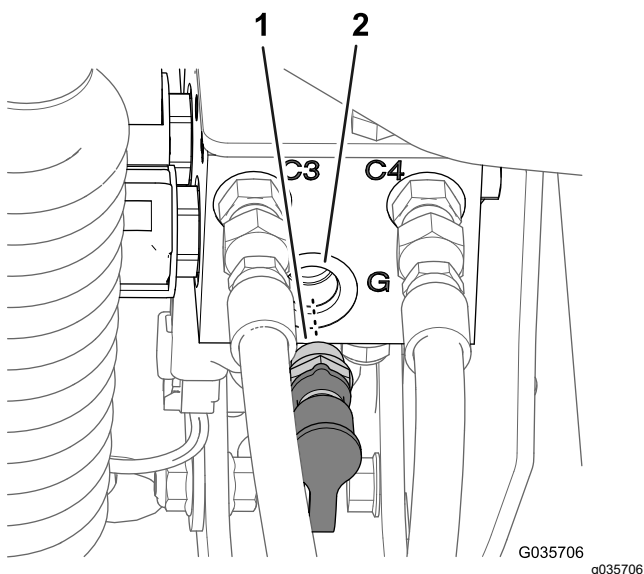

Figure 10
4. Débranchez le raccord de diagnostic et son chapeau de l'orifice G sur l'ancien collecteur des vérins de levage (Figure 10).